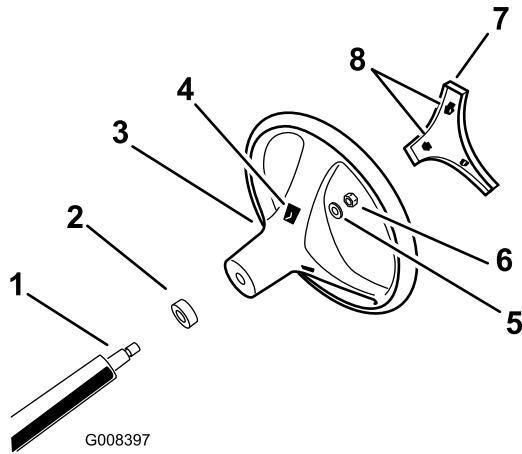

図 3
4. ハンドルをハンドルシャフトにはめ込み、ロックナットで固定する(図3)。ロックナットを、24-29 Nm 2.5-3.0 kg.m=18-22 ft-lbにトルク締めする。
5. ハンドルのセンターカバーをハンドルのスロットに合わせて押し込み、センターカバーをハンドルハブに固定する図3。